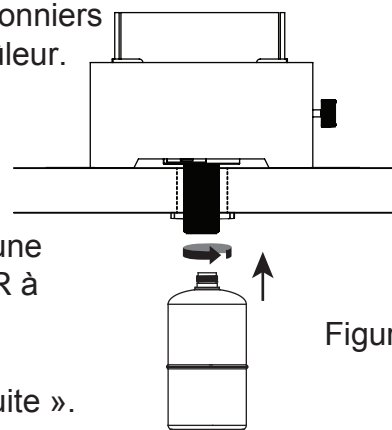

Figure 7
- (1). Avant la connexion, assurez-vous qu'il n'y a aucuns débris prisonniers dans la tête du brûleur, dans le brûleur ou dans les ports du brûleur.
- (2). Assurez-vous que le bouton de contrôle est à « OFF ».
- (3). Lubrifiez les filets du régulateur avec de la gelée de pétrole. Alignez les filets de la bouteille de propane avec le régulateur.
- (4). Insérez la bonbonne de propane.
- (5). Tournez la bonbonne de propane dans le sens des aiguilles d'une montre jusqu'à ce qu'ils soient parfaitement emboîtés. SERRER à la main seulement. Faites attention de ne pas abîmer les filets en vissant la bonbonne (voir Figure 7).
- (6). Faites un test de fuite à l'aide de la section « Faire un test de fuite ».